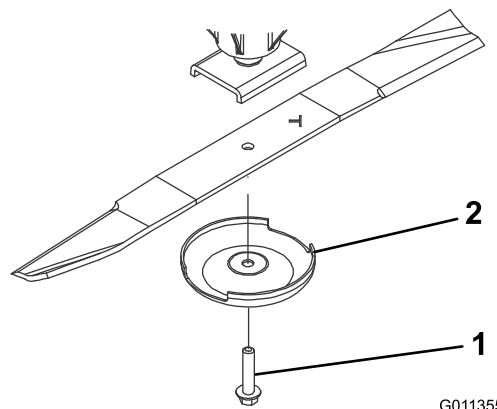

Bild 73
3. Entfernen Sie die Messerschraube, die Antiskalpierkuppe und das Messer von der Spindelwelle (Bild 73).